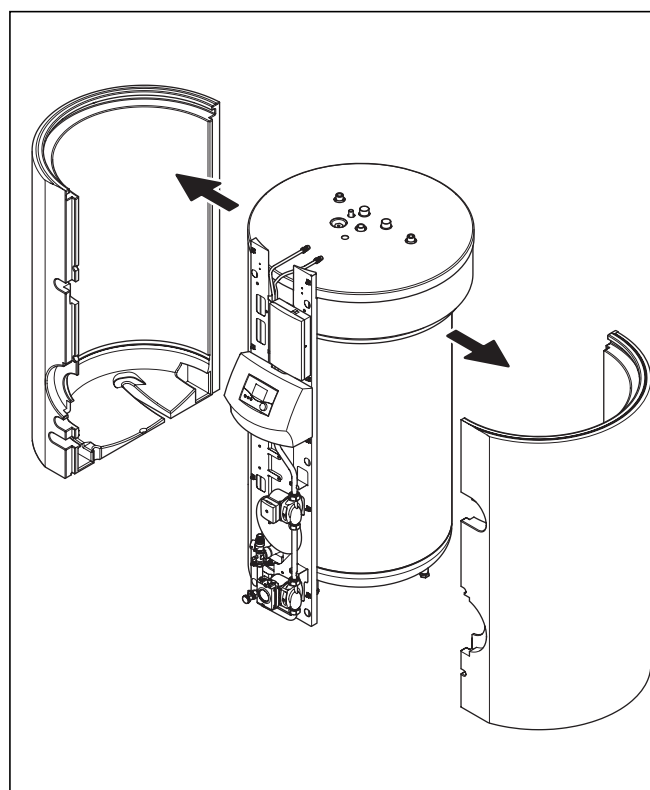

Bild 4.8 Avlägsna isolering
- Montera isoleringen uppifrån och ned, se bild 4.8.